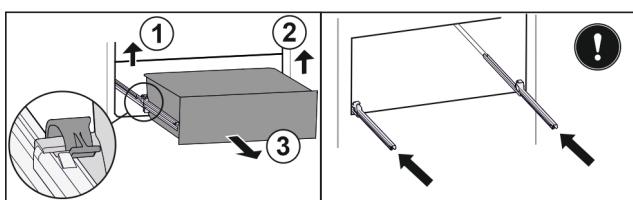

Fig. 46
- Dvignite levo spojko in hkrati povlecite predal levo naprej. Fig. 46 (1)
- Dvignite desno spojko in hkrati povlecite predal desno naprej. Fig. 46 (2)
- Predal vzemite ven v smeri naprej. Fig. 46 (3)